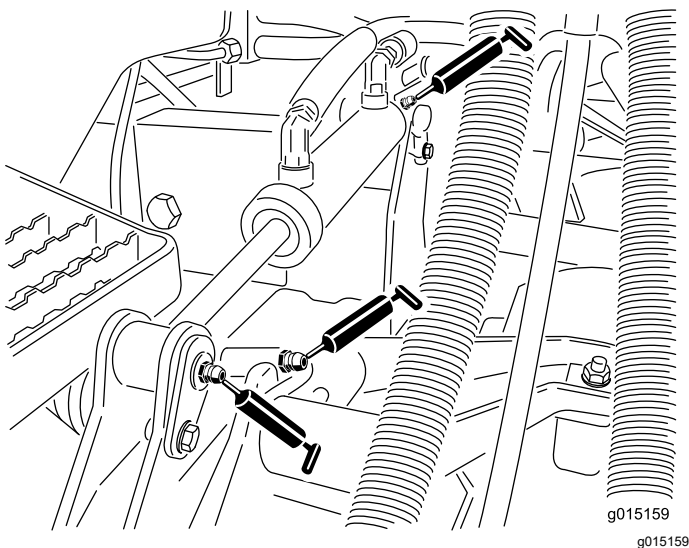

**Bild 105**
- Hubarm-Drehbüchsen (1 pro Mähwerk), siehe Bild 105
- Mähwerk-Trägerrahmen (2 pro Mähwerk), siehe Bild 105
- Mähwerk-Hubarmgelenk (1 pro Mähwerk), siehe Bild 105